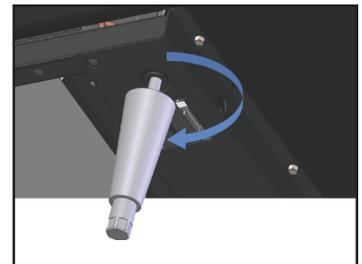

Fig. 4. Vissez les pieds réglables.
2. Vissez les pieds réglables. Voir Fig. 4.